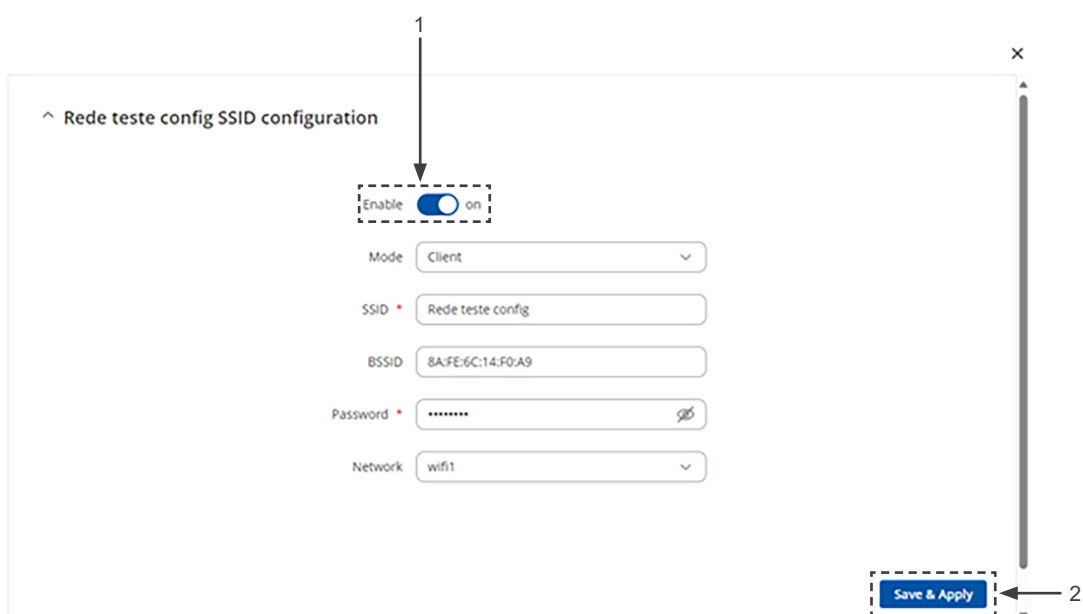

Figura 7.10: Configurações de SSID
6. A rede conectada deve aparecer na lista, conforme a Figura 7.10 na página 7-7. O status deve ser "Up" (1) e o flag deve estar "On" (2), o que indica que a conexão foi realizada com sucesso e a rede está ativada.